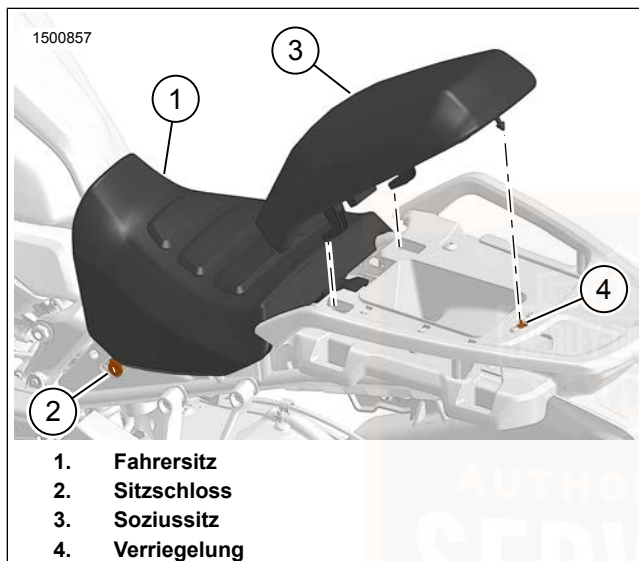
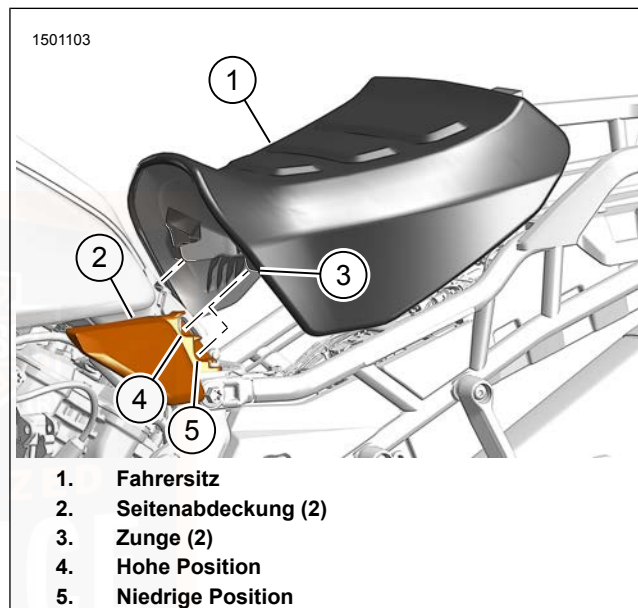

Abbildung 81. Soziussitz
Abbildung 82. Rider Seat
1. Siehe Abbildung 81. Den Schlüssel in das Sitzschloss (2) stecken.
2. Den Schlüssel drehen, um die Verriegelung (4) zu entsperren.
3. Zum Entfernen erst anheben und dann nach hinten auf den Soziussitz (3) heben.
4. Zum Entfernen erst anheben und dann nach hinten auf den hinteren Teil des Fahrersitzes (1) heben.
1. Siehe Abbildung 82. Die Zungen (3) des Fahrersitzes (1) in die hohen (4) oder niedrigen (5) Schlitze der Seitenabdeckungen (2) einführen.
2. Den hinteren Teil des Fahrersitzes (1) in seine Position absenken.
3. Siehe Abbildung 81. Die Zungen am Soziussitz (3) in die Schlitze der Sitzhalterung einrasten lassen.